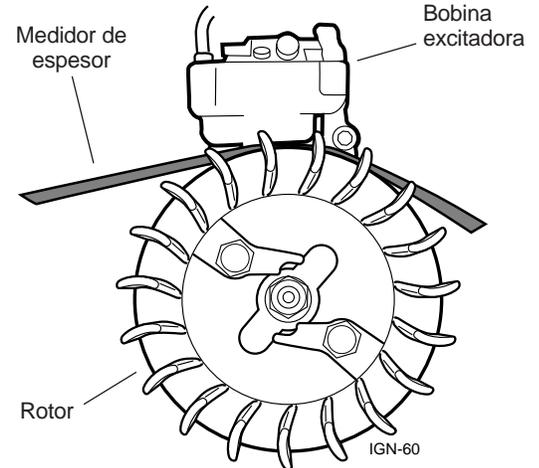

Figura 5.7 Verificando el luz
Paso 4. Verifique la luz de la bobina de excitación (figura 5.7)